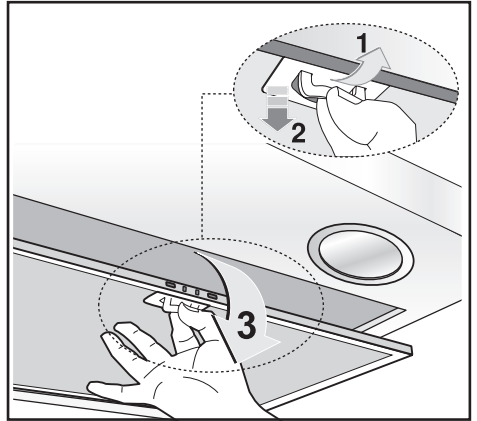

Fig.7
- La distanza minima fra la superficie di supporto dei recipienti di cottura sul dispositivo di cottura e la parte più bassa della cappa da cucina deve essere di almeno 65 cm. Se dovesse essere usato un tubo di connessione composto di due o più parti, la parte superiore deve essere all'esterno di quella inferiore. Non collegare lo scarico della cappa ad un condotto in cui circoli aria calda o utilizzato per evacuare fumi degli apparecchi alimentati da un'energia diversa da quella elettrica. Prima di procedere alle operazioni di montaggio, per una più facile manovrabilità dell'apparecchio disinserire i filtro/i antigrasso (Fig.7).